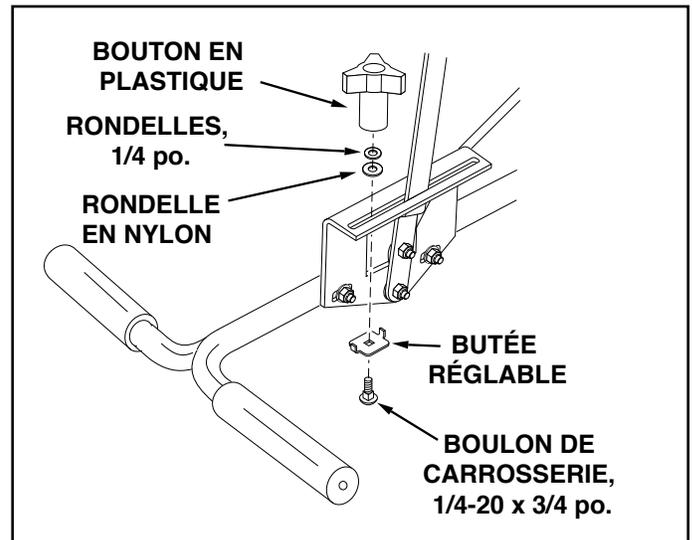

FIGURE 11
19. Assembler à la fois le support de fixation de commande de débit et le tube de poignée court au tube de poignée long. Utiliser deux boulons à tête hexagonale de 1/4 po. x 1-3/4 po., quatre rondelles de 1/4 po. et deux écrous nylock de 1/4 po. comme le montre la figure 11. **Ne pas serrer à cette étape.**
21. Placer la butée réglable dans l'extrémité « ON » de la fente dans la partie supérieure du support de fixation de commande de débit. Fixer avec les boulons de carrosserie de 1/4 po. x 3/4 po., une rondelle en nylon, deux rondelles de 1/4 po. et un bouton en plastique. Voir la figure 11.